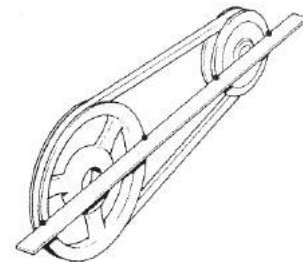

Рисунок 11 – Проверка параллельности шкивов.
- проверить параллельность шкивов электродвигателя и компрессорного блока (рисунок 11) и при необходимости подрегулируйте положение шкива электродвигателя. При правильном положении проверочная линейка должна касаться шкивов в четырех точках.